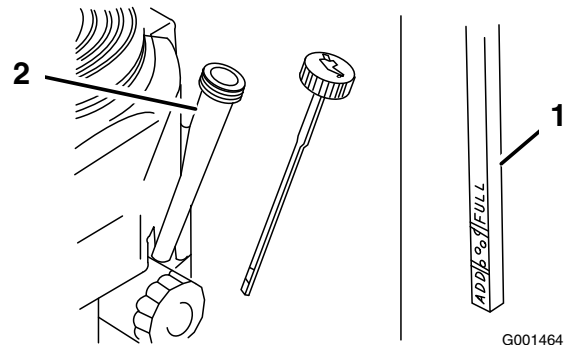

Figure 25
4. Nettoyez la surface autour de la jauge d'huile (Figure 25) pour éviter que des impuretés ne s'introduisent dans le goulot de remplissage, ce qui risquerait d'endommager le moteur.
5. Retirez la jauge d'huile et essuyez soigneusement son extrémité (Figure 25).
6. Remettez la jauge au fond du tube de remplissage, mais sans la visser (Figure 25).
9. Versez avec précaution environ 80% de la quantité d'huile spécifiée dans le goulot de remplissage (Figure 25)